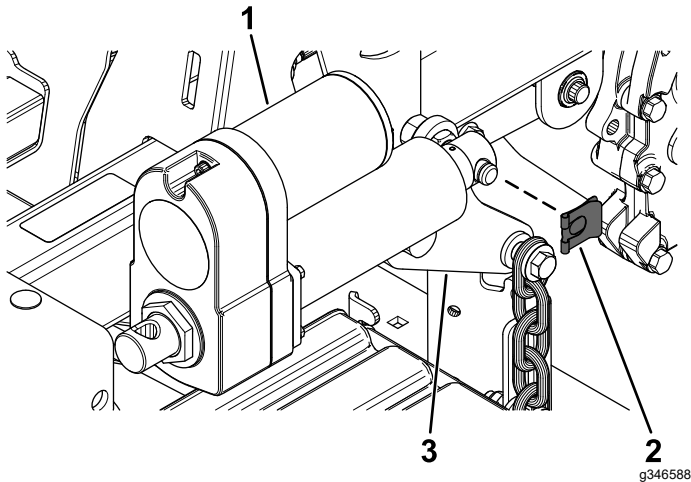

Figure 18
1. Fixez l'actionneur au bras de levage arrière du plateau à l'aide du clip à goupille (Figure 18).